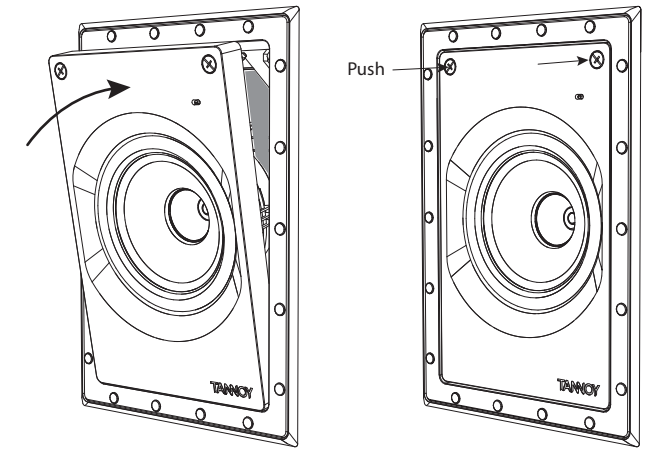

図 13. スピーカーアセンブリをフレームに取り付ける
2. スピーカーアセンブリを斜めに持ち、その下端にある 2 つの突出したタブをフレームの 2 つの対応するスロットに取り付けます (図 13)。